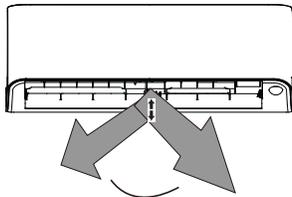

Fig. 15 – Position du volet à gauche ou à droite
1. Appuyez une fois sur **PIVOTEMENT** \leftrightarrow (débit d'air vers la gauche/vers la droite) sur la télécommande pour activer le volet. Chaque fois que vous appuyez sur **PIVOTEMENT** \leftrightarrow (débit d'air vers la gauche/vers la droite), le volet se déplace de 6°. Appuyez sur **PIVOTEMENT** \leftrightarrow jusqu'à ce que la direction souhaitée soit atteinte (voir la figure 15).